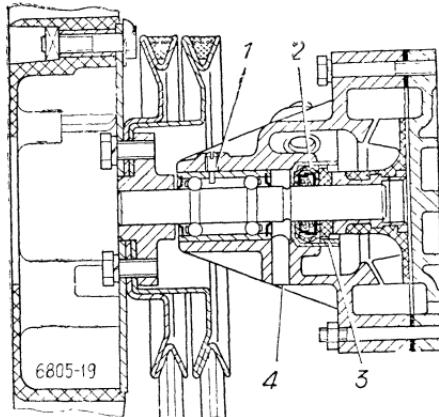

Рис. 13. Водяной насос:
**Водяной насос** (рис. 13) — центробежного типа. Подшипник